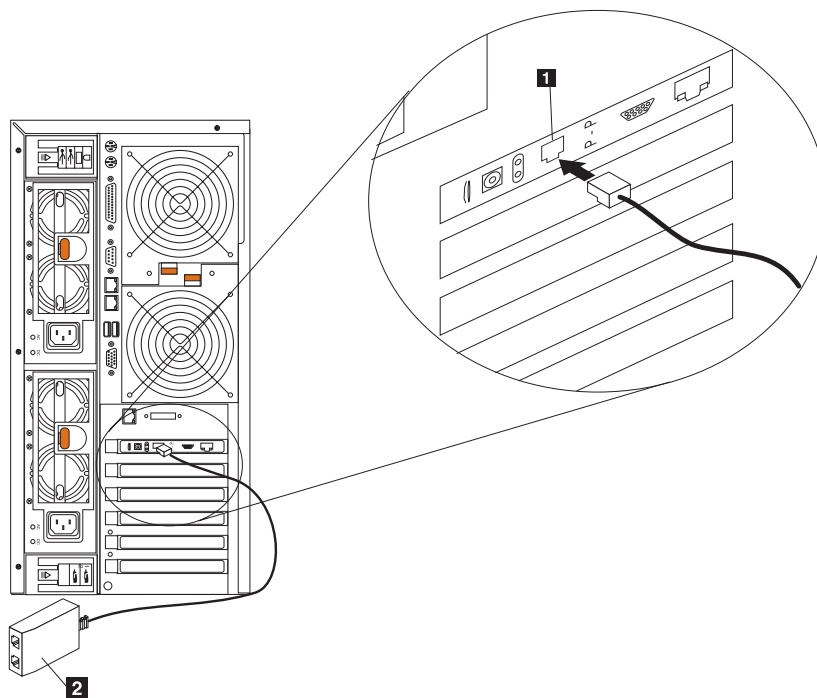
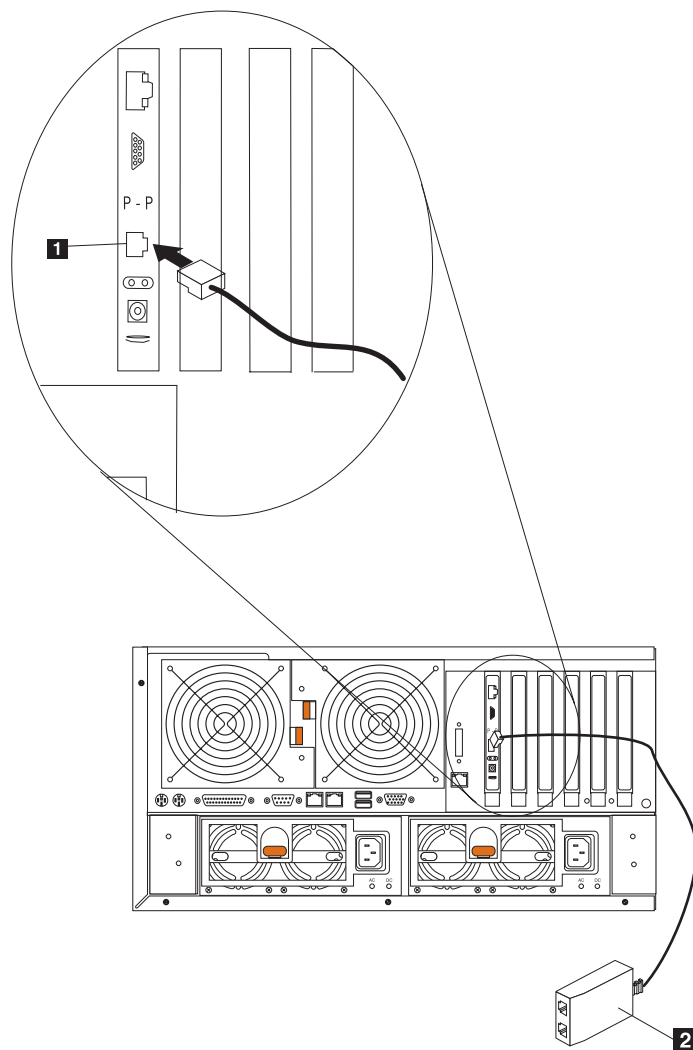

図 109. ASM 相互接続モジュールのリモート管理アダプターへの接続 (モデル 25T)
図 110. ASM 相互接続モジュールの、リモート管理アダプターへの接続 (ラック・マウント変換機構付きモデル 25T)
1. ASM 相互接続モジュール **2** を、リモート管理アダプター ASM 相互接続ポート **1** に接続します。このポートは、アダプターの後部パネルに *P - P* (ピアツーピア を表します) というラベルが付いています。図 109 および 199 ページの図 110 は、モデル 25T に取り付けられたリモート管理アダプターを示しています。